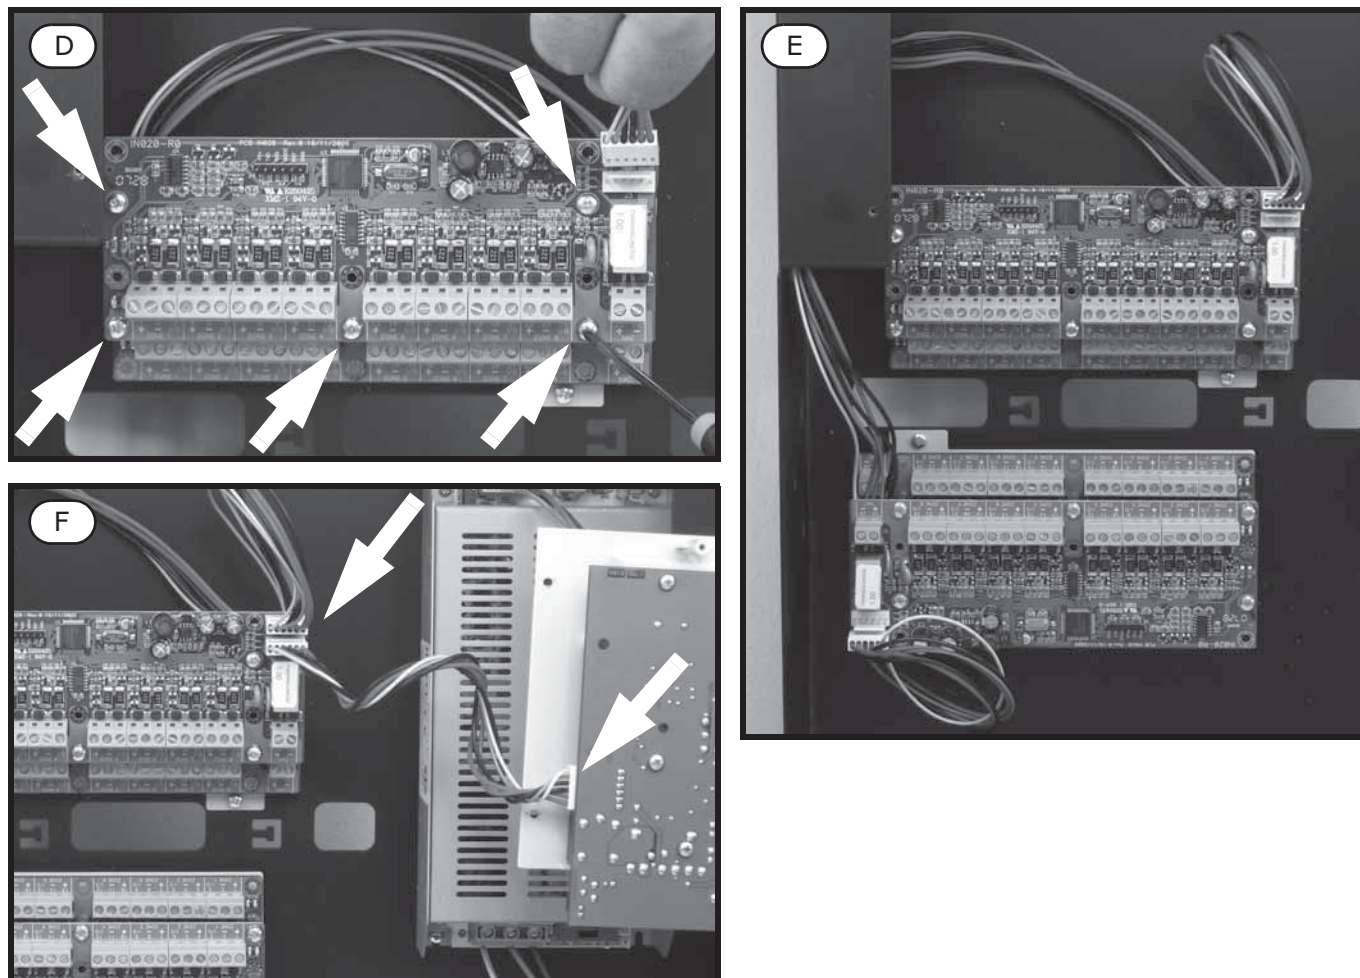

Figura 10 - Montaje del módulo de expansión - 2
6. Fijar el segundo módulo de expansión sobre las columnas metálicas (*Figura 10 - [D]*).
10. Conectar el tercer módulo con el segundo (*Figura 10 - [E]*).
11. Conectar el primer módulo con la central utilizando el correspondiente conector (*Figura 10 - [F]*).